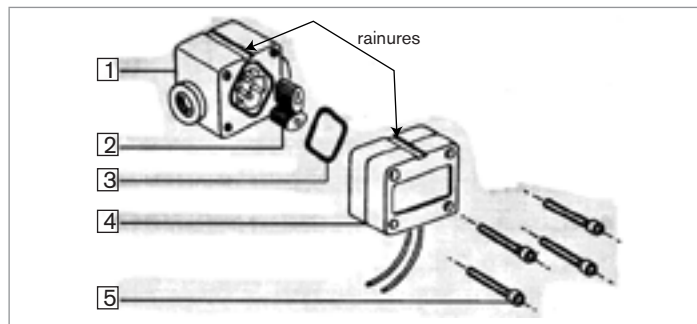

Fig.9 Vue éclatée du capteur 8071
- Desserrer les 4 vis (repère 5 Fig.9) et retirer le couvercle (repère 4 Fig.9).
- Retirer le joint (repère 3 Fig.9).
- Retirer les roues (repère 2 Fig.9).
→ Replacer le joint (repère 3 Fig.9).
! Aligner la rainure du couvercle avec celle du boîtier (voir Fig.9).
→ Remettre le couvercle (repère 4 Fig.9).
→ Serrer les 4 vis (repère 5 *Fig.9*) en croix avec un couple de serrage de :